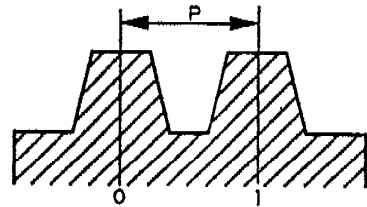

Figura 5
Paso (P) es la distancia entre dos filetes, medida paralelamente al eje en puntos equidistantes o correspondientes (Figura 5).